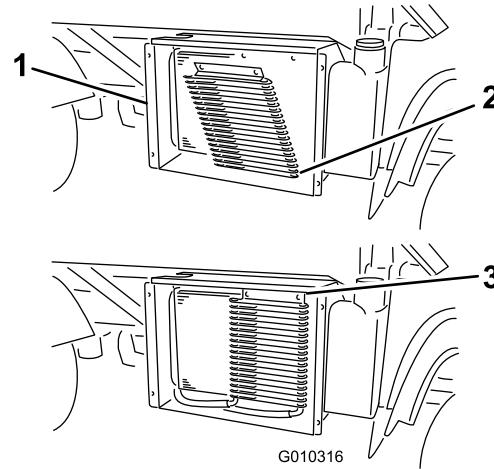

Figura 15
1. Insira as patilhas de montagem do refrigerador de óleo nas ranhuras sob o radiador (Figura 15).
2. Rode o refrigerador para cima e fixe a parte superior do refrigerador com os elementos de fixação de $\frac{1}{4}$ de volta no radiador (Figura 15).